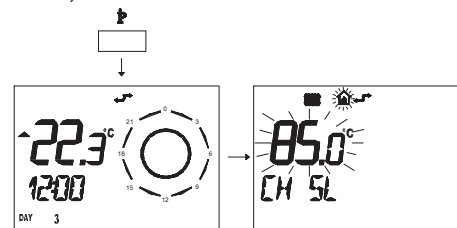

Fig. 5.62
- Pulse durante más de 3 segundos el botón para entrar en la modalidad INFO (Fig. 5.62).